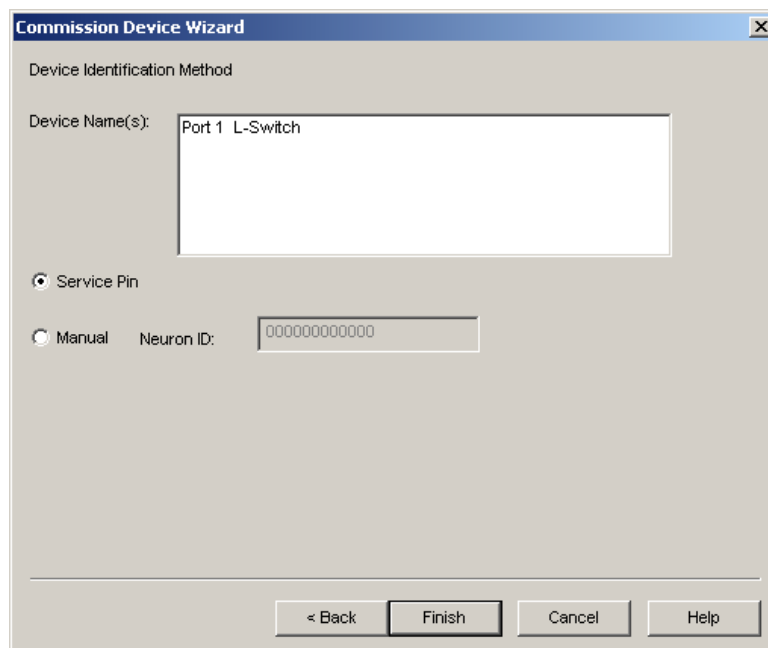

Abbildung 6: Geben Sie entweder die Neuron ID ein oder wählen Sie „Service Pin“
7. Geben Sie im nächsten Dialog entweder die Neuron ID ein oder wählen Sie „Service Pin“. Klicken Sie auf „Next>“ (siehe Abbildung 6).